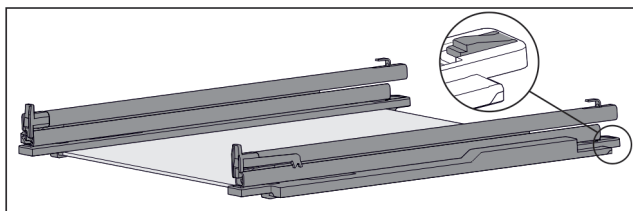

Fig. 125 Płyta szklana z szynami i elementami mocującymi
- ▶ Docisnąć element mocujący z tyłu do dołu (patrz Fig. 125) i jednocześnie wsunąć szynę do tyłu.